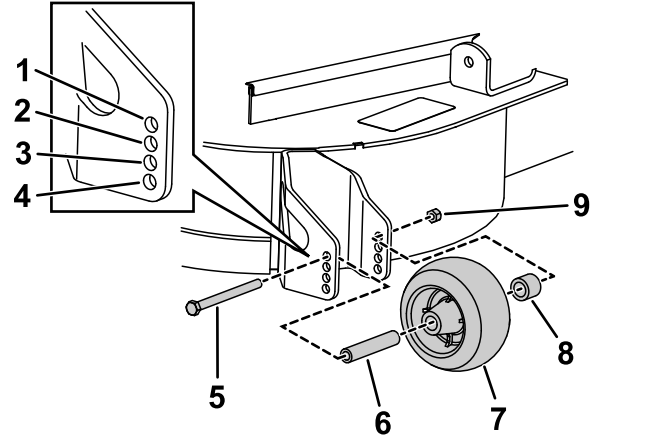

図 14
1. 刈高を変更後、ローラのフランジナット、ブッシュ、スペーサ、ボルトを外して図 14、ローラの高さ調整を行う。
3. フランジナット、ブッシュ、スペーサ、ボルトを取り付ける。54-61 N·m 1.2-1.5 kg·m=40-45 ft·lb にトルク締めする図 14。